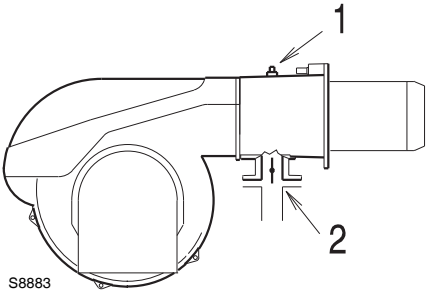

图 26
测试点 1)(图 26) 处测得的燃气压力，此时：
燃气蝶阀2)(图26) 处的压力损失，此时蝶阀最大开启角度为: 90°。
- 用测试点 1)(图 26) 处测得的燃气压力减去炉膛背压。
测试点 1)(图 26) 处燃气压力	= 9,0 mbar
了解测试点 1)(图 26) 处所需燃气压力，将燃烧器以最大出力运行，然后：
- 读出右边栏 1 所示插座压力 1)(图 26)。
测试点 1)(图 26) 处压力。
- 将燃气阀组管路中的空气排净，连接一个塑料管到最小燃气压力开关的压力测试点 1）（图 26）。将该塑料管伸到建筑物外，可以闻到燃气的味道。